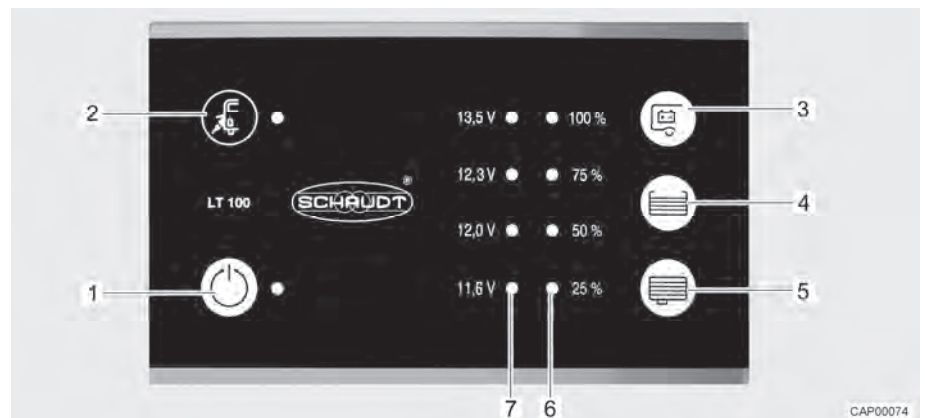

Bild 97 Panel (LT 100)
**Nätanslutning** Den gula lysdioden lyser vid symbolen nätanslutning " (Bild 97,2) när fordonet är anslutet till en extern nätanslutning. Lysdioden lyser då också med avstängd panel.
Med huvudbrytaren 12 V (Bild 97,1) kopplas panelen och bodelens 12 V-försörjning till eller från.
*Slå på:* ■ Tryck på knappen " (Bild 97,1): 12 V-försörjningen för bodelen är påslagen. Lysdioden lyser grönt.
*Slå från:* ■ Tryck på knappen " (Bild 97,1) på nytt: 12 V-försörjningen för bodelen är avstängd. Lampan släcks.
Lysdiodskalan (Bild 97,7) visar batterispänningen för bodelsbatteriet enligt följande:
- Tryck ner knapp " (Bild 97,3): Bodelsbatteriets spänning visas.
Lysdiodskalan (Bild 97,6) visar fyllnivån i färskvattentanken eller avloppstanken.
*Visa nivå:* Tryck ner knapp " (Bild 97,4): Färskvattentankens fyllnadsnivå visas med hjälp av lysdiod.
Tryck ner knapp " (Bild 97,5): Avloppstankens fyllnadsnivå visas med hjälp av lysdiod.